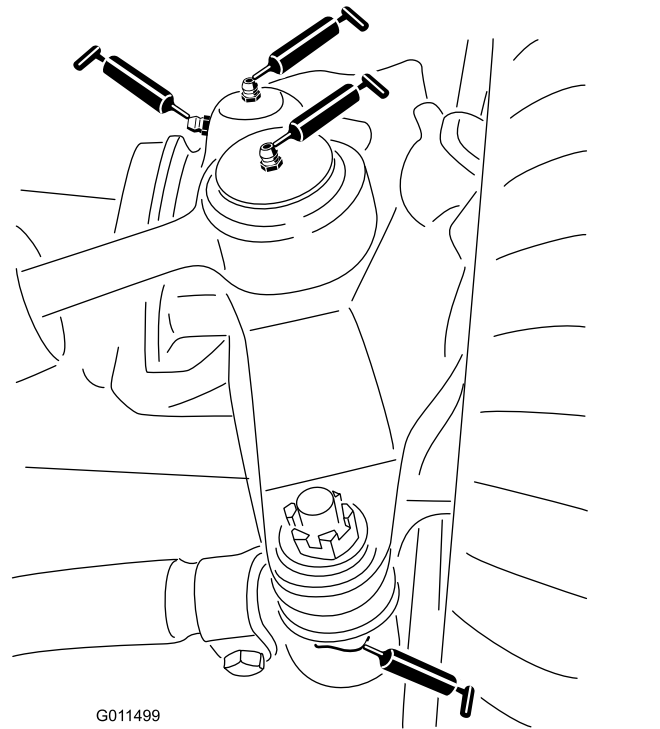

Figura 44
- Rótulas de los cilindros de dirección (2) (Figura 44)
- Rótulas de las barras de acoplamiento (2) (Figura 44)
- Casquillos de los pivotes de dirección (2) (Figura 44).